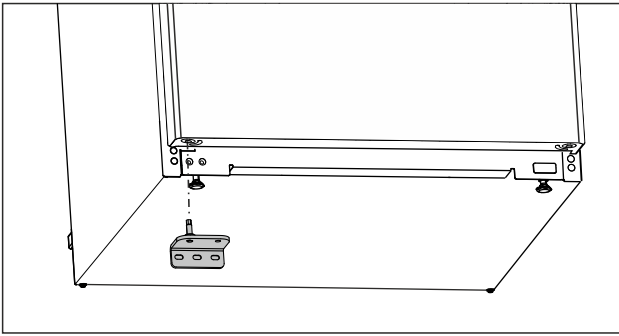

Fig. 16
- ▶ Вставте нижній опорний кронштейн із протилежного боку. (див. Fig. 16)